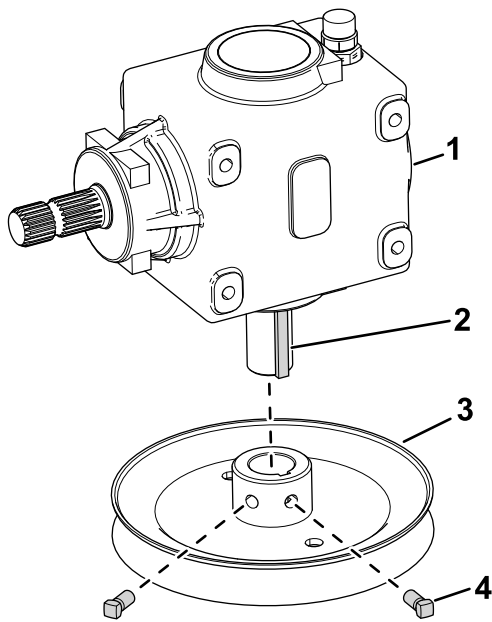
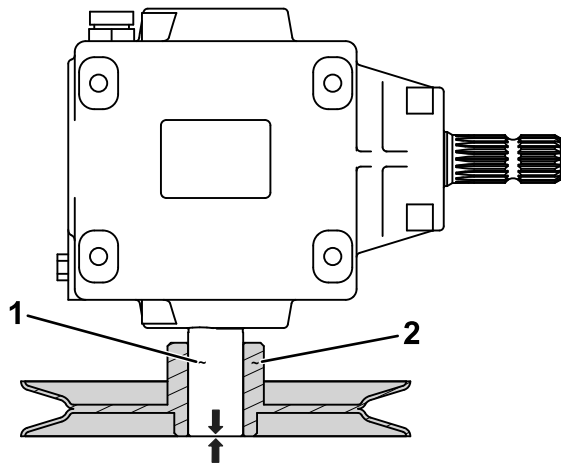

Figura 3
Figura 4
3. Retire los 2 tornillos de cabeza cuadrada de la polea existente de la caja de engranajes (Figura 3).
5. Aplique compuesto antigripante al eje de la caja de engranajes (Figura 4) y a la ranura.
7. Asegúrese de que el eje está engrasado con el extremo del cubo de la polea (Figura 4) y que la chaveta cuadrada (Figura 3) no sobresale del cubo de la polea.
9. Utilice los tornillos de cabeza cuadrada para sujetar la polea nueva al eje de la caja de engranajes (Figura 3).